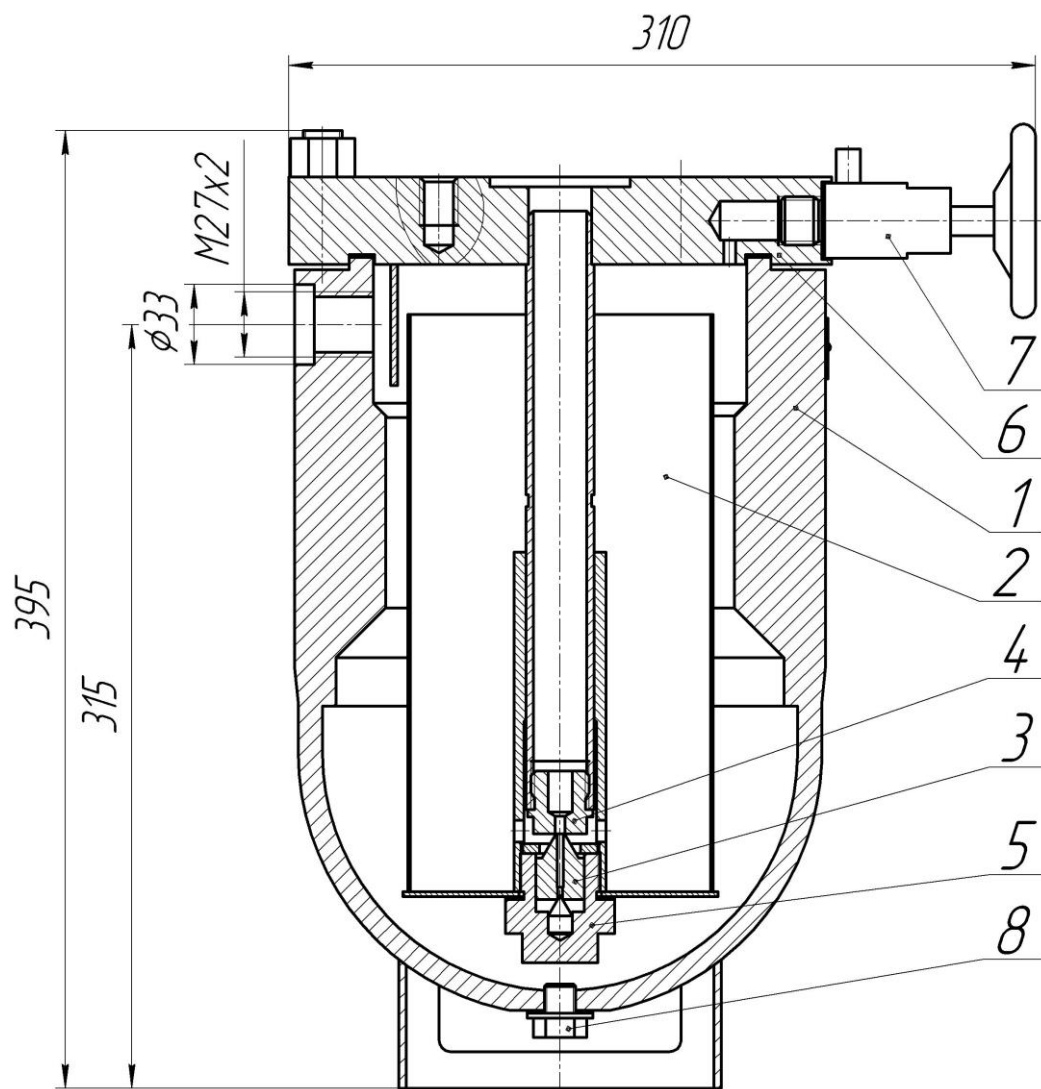

Рисунок 1 – Конденсатоотводчик поплавковый
1.1 Конденсат, попадая в КП (рис. 1) в смеси с паром, заполняет пространство между корпусом 1 и поплавком 2. По мере заполнения корпуса конденсатом поплавок всплывает и клапан 3 закрывает отверстие в гайке штуцера 4.
5.4 Для удаления грязи, оседающей на дно корпуса под поплавком, необходимо 1-2 раза в 3 месяца отвинчивать пробку 8 (рис.1) внизу корпуса и продуть КП.